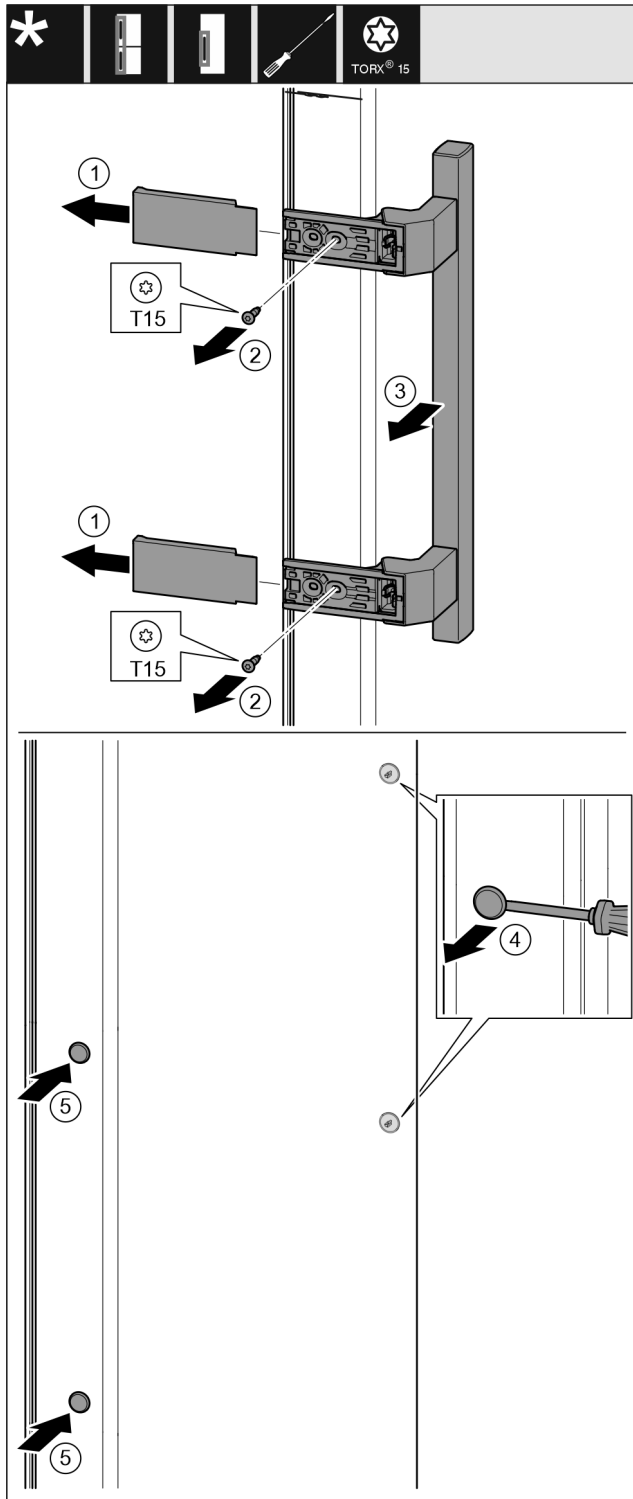

Fig. 16
- ▶ Снимите крышку. Fig. 16 (1)
- ▶ Выкрутите винты отверткой T15. Fig. 16 (2)
- ▶ Снимите ручку. Fig. 16 (3)
- ▶ Осторожно приподнимите шлицевой отверткой боковые заглушки и выньте их. Fig. 16 (4)
- ▶ Снова вставьте заглушки с другой стороны. Fig. 16 (5)